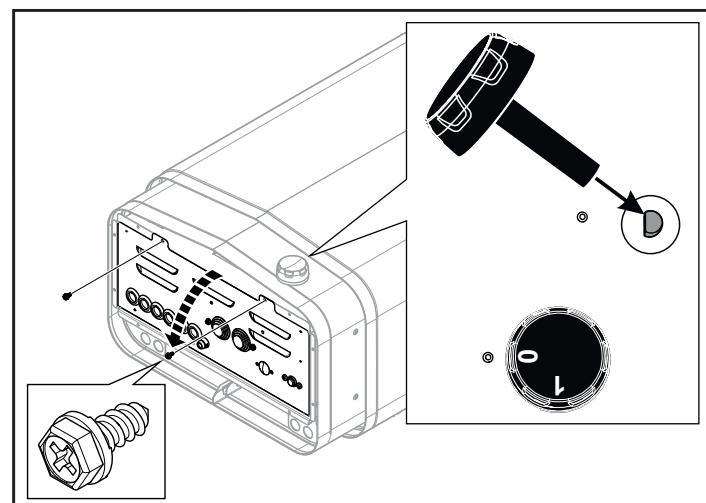

Fig 8: Öppna/stänga luckan
1. Lägg aggregatet med fronten upp. Montera vredet (se Fig 8).
2. Lossa skruvarna och öppna luckan (se Fig 8).
7. Stäng luckan och skruva i skruvorna (se Fig 8).